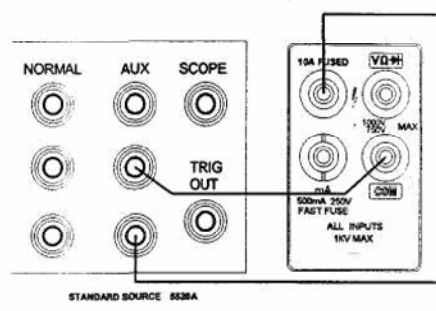

Рисунок 4-3
3. Подключите с помощью щупов выходы 20 A HI и LO 5520A к входам 10 A и COM мультиметра (см. рис. 4-3). Выберите для мультиметра функцию измерения постоянного или переменного тока и диапазон 10 A, а также нужный уровень выходного сигнала 5520A. Показания должны отвечать требованиям, указанным в разделе 6.